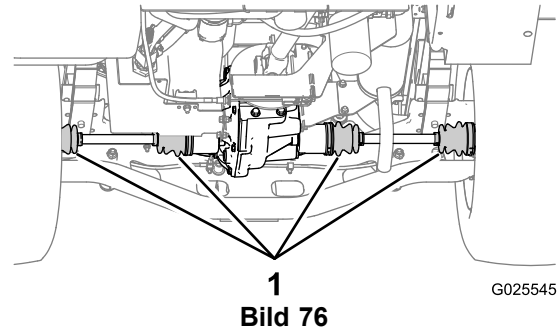

Bild 76
2. Prüfen Sie die Gleichlaufmuffen an den Hinterachsen auf Beschädigungen und austretendes Schmiermittel (Bild 76).